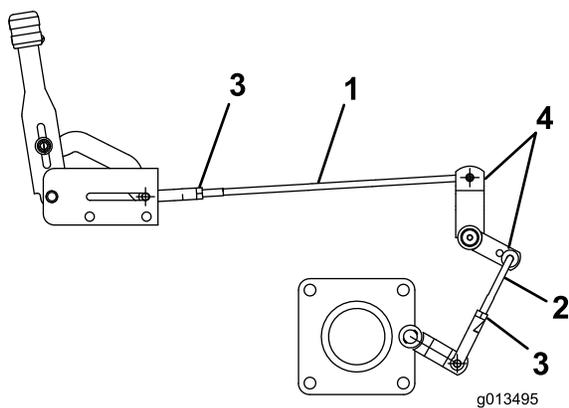

Figura 26
2. Allentate il controdado sull'asta dell'attuatore (Figura 26). Rimuovete la coppia di fissaggio dell'asta dell'attuatore. Aumentate o diminuite la lunghezza dell'asta dell'attuatore ruotando l'asta. Montate sull'asta dell'attuatore una coppia nuova e serrate il controdado.